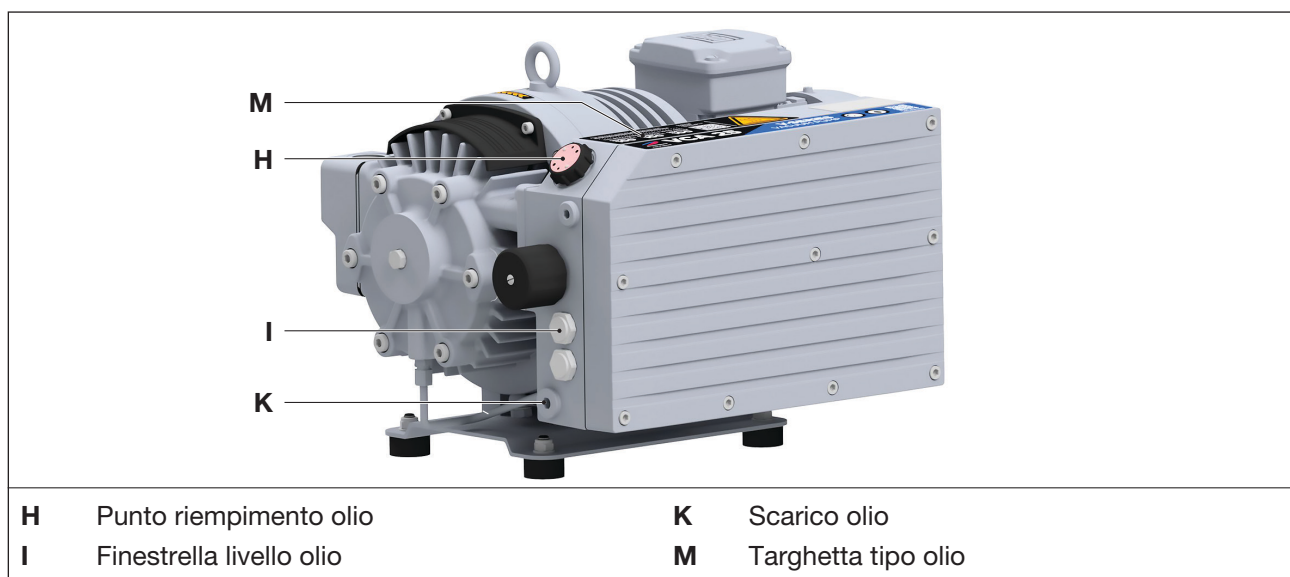

Fig. 7 Sostituire l'olio
Come mezzo di esercizio consigliamo l'uso di oli Elmo Rietschle vedi anche targa olio consigliati (Fig. 7/M) e Tab. 3 a pagina 32:
- Aprire il tappo del bocchettone di riempimento dell'olio (Fig. 7/H) e riempire l'olio fino al bordo superiore della finestrella livello olio (Fig. 7/I).
- Aprire la vite di sfiato (Fig. 7/H) e il punto di scarico dell'olio (Fig. 7/K) e scaricare completamente l'olio esausto.
- Chiudere punto di scarico dell'olio (Fig. 7/K) e riempire di olio nuovo il bocchettone di riempimento dell'olio (Fig. 7/H) fino a quando il livello dell'olio raggiunge il centro della finestrella livello olio (Fig. 7/I).
- Controllare il livello dell'olio attraverso le finestrelle di ispezione (Fig. 7/I).